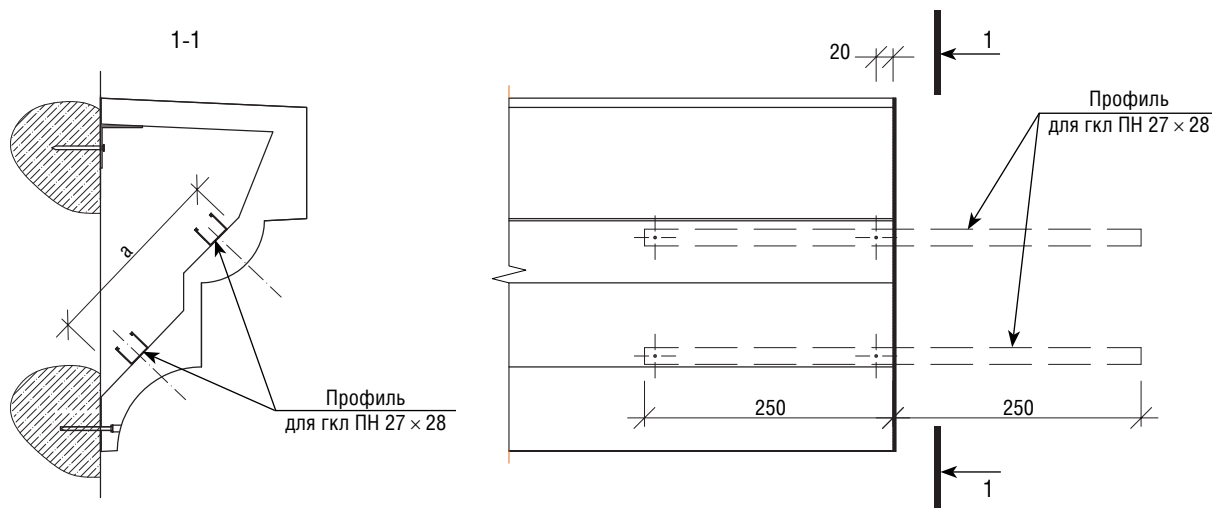

Рис. 3-1
**ВНИМАНИЕ:** В случаях когда  $a > 150$  мм необходимо использовать два профиля ПН 27х28. Длина профиля ПН 27х28 составляет 0,5м (рис. 3-1)».